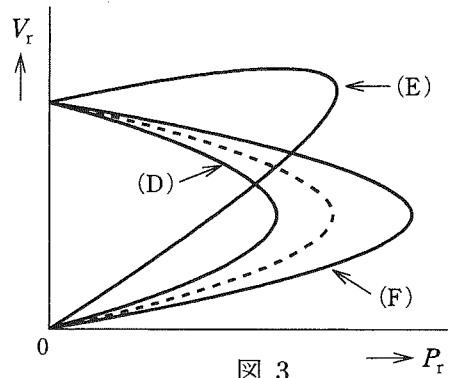

図 3
また、図3の点線を力率が1の場合の $P-V$ 曲線とし、負荷力率を変化させていった場合、実線(D)、(E)及び(F)のうち負荷力率が遅れであるものは (5) である。